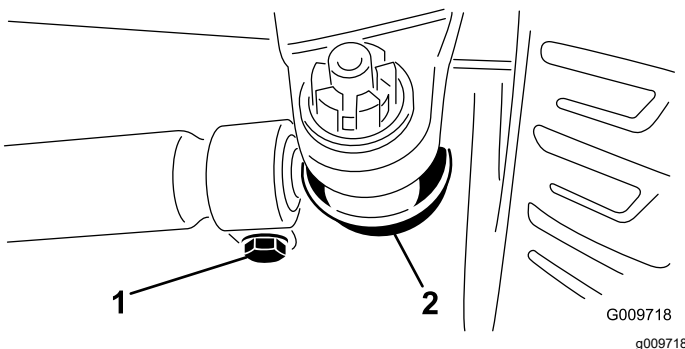

図 84
3. 調整が必要な場合は、タイロッドのボールジョイントのコッターピンとナットを外す 図 84。アクスルケースサポートからタイロッドのボールジョイントを外す。
4. タイロッド両側のクランプをゆるめる 図 84。